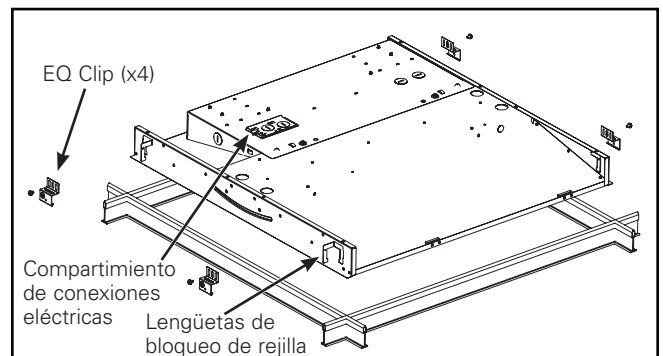

Figura 2. Instalar en el sistema T-Grid de techo
2. Instale la luminaria en el sistema T-grid del techo. Asegúrese de que la luminaria se asiente cómodamente en el sistema T-grid (Figura 2).